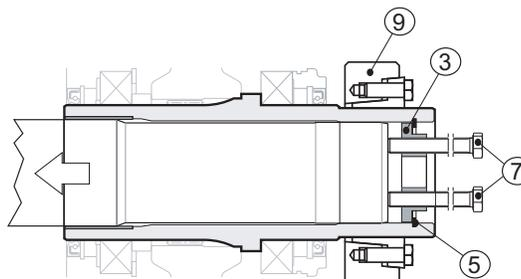

Fig. 26
Insérez dans les deux trous filetés sur le fond (pos. 3) n ° 2 vis (pos. 7), vissez-les jusqu'à ce qu'ils reposent sur l'arbre de la machine (pos. 1), puis continuez à les visser alternativement, en faisant au plus un tour à la fois (voir Fig. 26 (p. 30)).